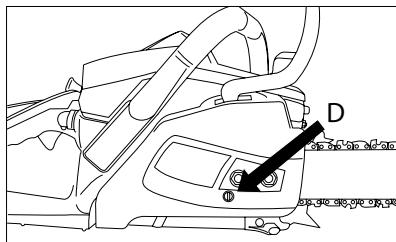

Fig. 11
1. Afloje las tuercas que sujetan la barra (tapa protectora junto con el escudo del freno), gire el tornillo de ajuste (D) en el sentido de las agujas del reloj para apretar la cadena. Para debilitar la tensión de la cadena, gire el tornillo de ajuste (D) en sentido antihorario. Asegúrese de que la cadena esté completamente alrededor de la barra (fig. 11).